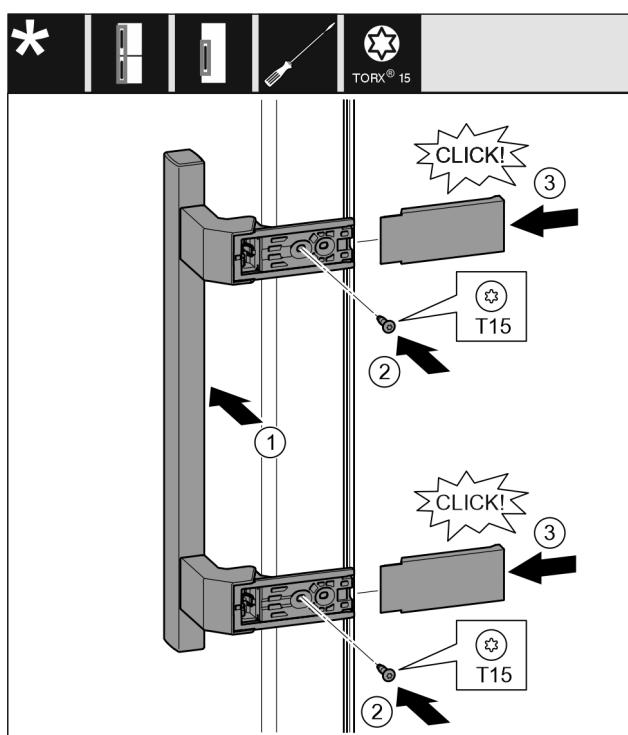

Fig. 18
- ▶ Поставете дръжката от другата страна. Fig. 18 (1)
- ▶ Затегнете винтовете с отвертка T15. Fig. 18 (2)
- ▶ Поставете отстрани капациите и ги нахлузете. Fig. 18 (3)